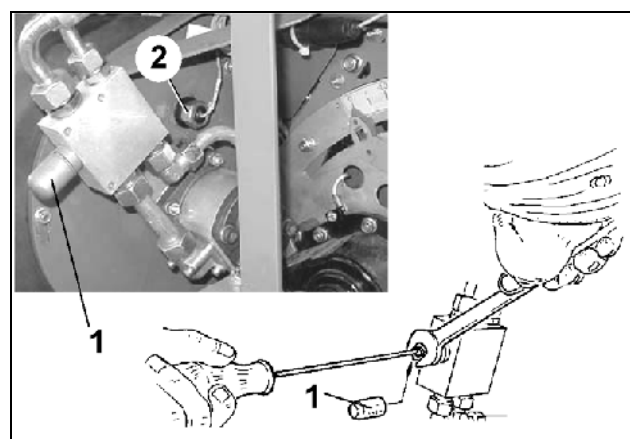

Рис. 106
Необходимую частоту вращения вентилятора Вы найдете в таблице (Таблица 6). Установите частоту вращения вентилятора при помощи клапана ограничения давления (Рис. 106/2) или регулирующего клапана трактора.
- Снимите защитный кожух (Рис. 106/1).